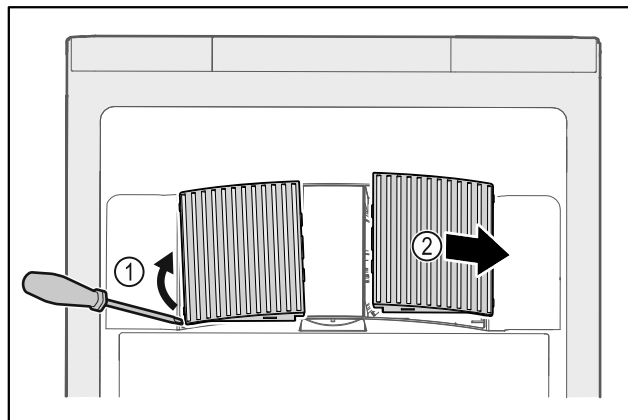

Fig. 237
- ▶ Abrir cuidadosamente las cubiertas del ventilador haciendo palanca por un lado Fig. 237 (1) y retirarlas hacia delante Fig. 237 (2).